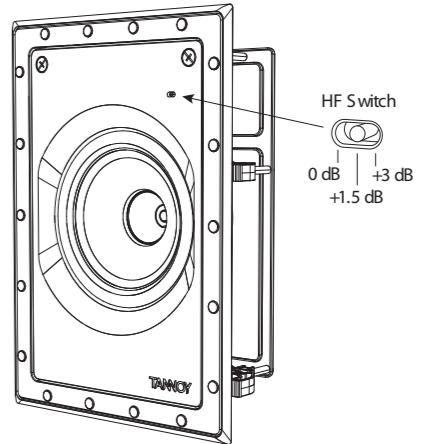

図 14. HF スイッチの位置
2. HFスイッチには3つの位置があり、0 dB はフラットです。部屋の位置や音響条件に合わせて、必要に応じて調整してください(図 14)。(QCI 6DC IWでは使用できません)。